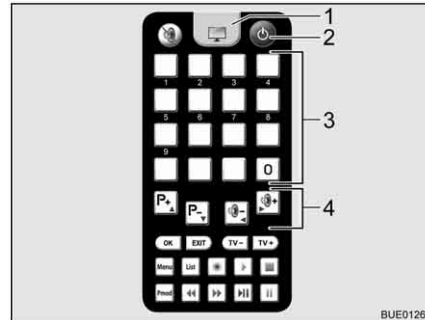

Fig. 27 Telecomando televisore
- Premere il tasto "⏻" (Fig. 27,2) sul telecomando. L'impianto si porta nella modalità di ricerca. Viene emesso un segnale acustico fisso.
- Per passare dalla ricezione televisiva al telecomando per il televisore, premere il tasto del televisore (Fig. 27,1). Il segnale acustico cessa. Sullo schermo compare un'immagine.
- Selezionare l'emittente desiderata con i tasti memoria (Fig. 27,3) sul telecomando del televisore o con i tasti funzione (Fig. 27,4).